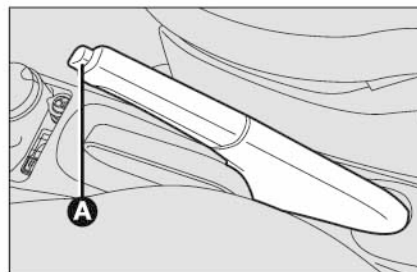

Рис. 1
- слегка потяните рычаг стояночного тормоза вверх и нажмите кнопку **A** (рис. 1);